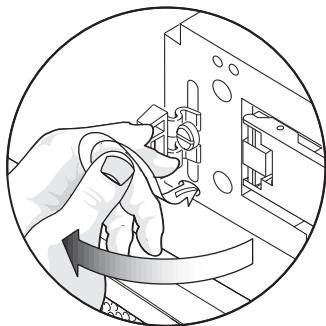

FIGURA 5-9 Spingere il gancio verso un lato in modo che la testa fuoriesca parzialmente
- 3. A questo punto, spingere il gancio verso un lato (vedere la FIGURA 5-9) in modo che la testa fuoriesca parzialmente dal foro del telaio.**